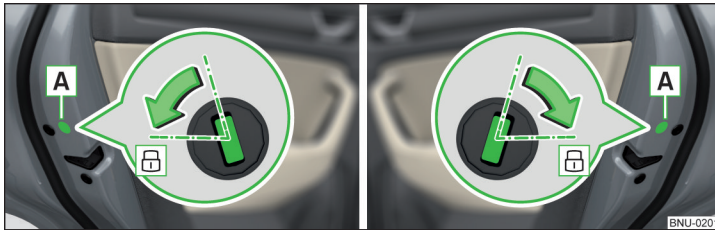

Abb. 274 Tür links / Tür rechts
- › Bei Fahrzeugen mit der Blende **A** diese Blende entfernen » Abb. 274.